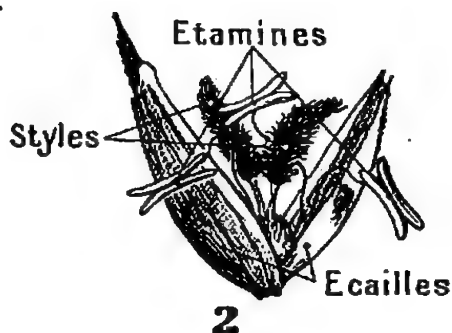

Fig. 332. — 1, blé; 2, fleur (très grossie).
**2. Blé.** — Le blé ou *froment* (fig. 332) est la plus importante des céréales. Avec son grain, de couleur jaunâtre, réduit en farine, on fabrique du *pain* et des *pâtes alimentaires*; sa paille sert à la nourriture du bétail, à la confection des litières, etc.